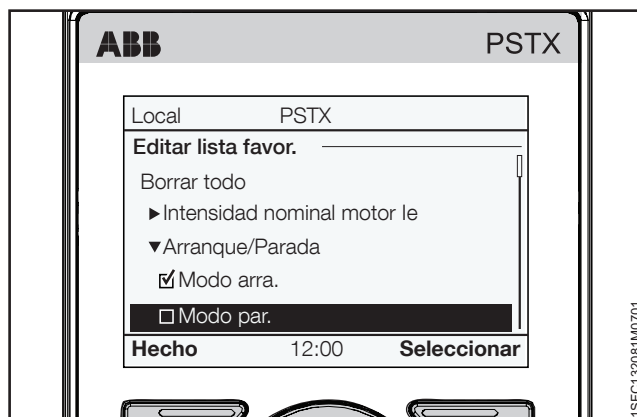

Figura 6.18
3. Pulse "Seleccionar" para seleccionar los parámetros. Se mostrará una marca de comprobación en la parte delantera del parámetro seleccionado. Pulse "Deseleccionar" para deseleccionar el parámetro. Pulse "Hecho" para guardar y salir. Consulte la **Figura 6.18**.